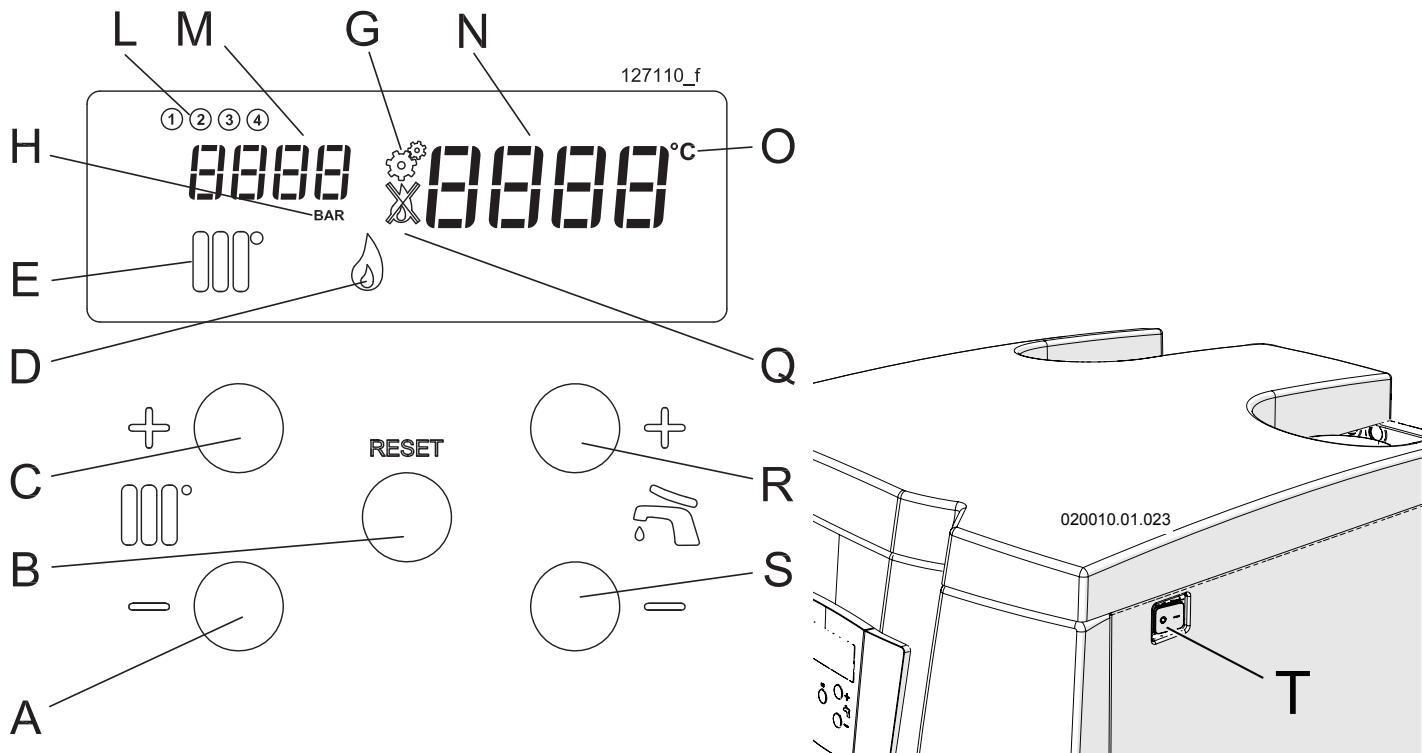

Figure 15-1 - Tableau de commandes
- 2.- brancher l'appareil au courant électrique et positionner sur ON l'interrupteur général (élément « T » de la figure 15-1) ;
- 7.- positionner sur ON l'interrupteur principal (élément « T » dans la figure 15-1) et générer une demande de chauffage en appuyant sur la touche  jusqu'à la valeur maximale, vérifier que la température programmée soit supérieure à la température de sortie et que l'installation soit dans les conditions de dissiper la chaleur générée ;
1. Allumer l'appareil en mettant l'interrupteur général sur ON (élément « T » de la figure 15-1) et lancer une demande de chauffage en amenant la valeur de température requise
### LÉGENDE DE LA FIGURE 15-1
Si la pression à l'intérieur du circuit descend en-dessous de 0,5 bar, l'afficheur « N » de la figure 15-1 indique **59** pour signaler qu'il est nécessaire de rétablir la bonne pression.
Vérifier que la valeur de la pression sur l'afficheur « M » de la Figure 15-1 ait atteint la pression d'au moins 1 bar (l'indication **Err 59** doit disparaître).
- 1.- Agir sur l'interrupteur « T » de la figure 15-1 pour couper la tension électrique ;
à l'aide des touches  ou  (voir la figure 15-1).
Pour réduire la consommation d'énergie de l'afficheur (Figure 15-1), celui-ci s'éteint automatiquement 5 minutes après la dernière opération effectuée. Il est possible de désactiver cette fonction ou d'en modifier le temps à travers le paramètre
En appuyant sur la touche RESET pendant 2 secondes, il est possible d'accéder au « menu utilisateur ». L'afficheur « M » de la figure 15-1 commence par indiquer le paramètre 100 pour signaler à l'utilisateur le changement de modalité effectué. À l'intérieur du menu, il est possible de faire défiler les paramètres à l'aide des touches  + et  - . Pour quitter le menu, il suffit de maintenir appuyée la touche RESET pendant 2 secondes.